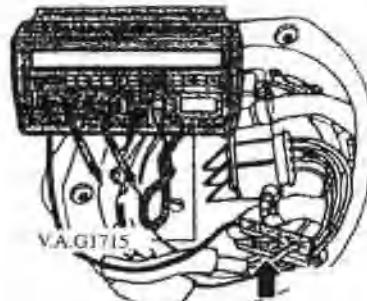

图 2.28 检查喷油器的电流
- 如果达到规定输油量, 但仍怀疑供油系统存在故障时 (例如间断供油), 应按下述方法检查燃油泵的电流: 连接上所有断开的油管, 用装在绝缘护套内的绿 (黄) 色导线夹连接万用表 V.A.G1715, 如图 2.28 所示, 启动发动机并以急速运转, 测量燃油泵的电流, 其规定值不大于 8A。如果电流超过规定值, 说明燃油泵失效, 应予以更换。